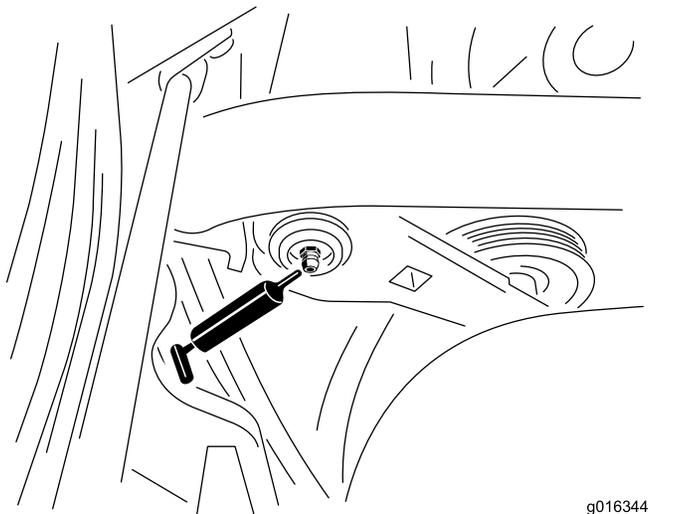

图44
1. 擦干净黄油嘴这样就不会有杂质进入轴承或轴套图 44 中。